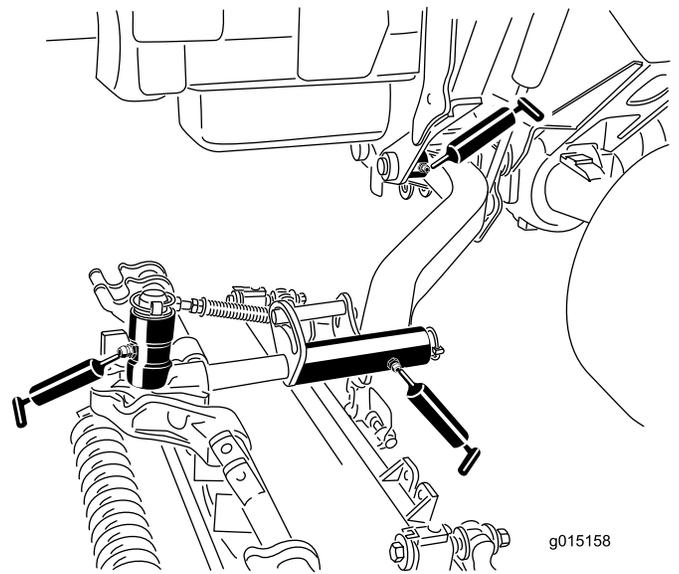

Bild 51
- Mähwerkträgerrahmen (2 pro Mähwerk) (Bild 51)
- Mähwerk-Hubarmgelenk (1 pro Mähwerk) (Bild 51)
- Hubarm-Drehbüchsen (1 pro Mähwerk) (Bild 51)